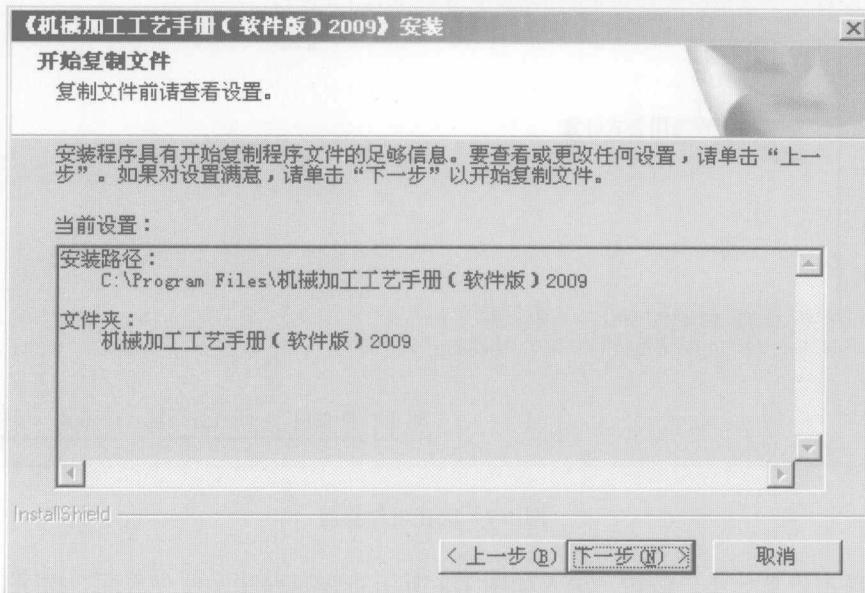
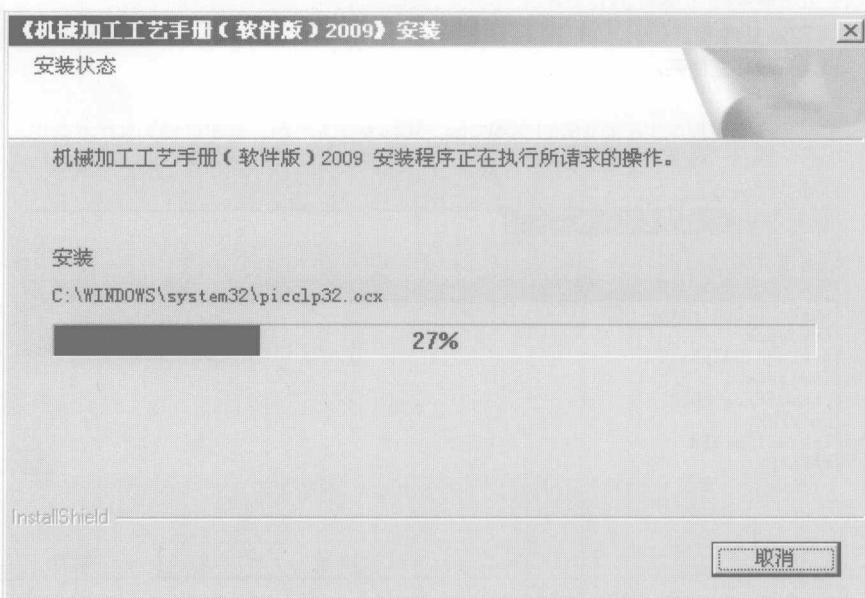

图 1-9 查看设置界面
图 1-10 显示安装进度界面
(9) 单击“下一步”按钮，安装程序将把软件复制到硬盘上，时间的长短取决于用户选择的组件。在复制文件前请查看设置，如图 1-9 所示，如果对设置满意，单击“下一步”按钮。在安装程序复制文件的过程中，使用进度条来显示安装进行的百分比，并提示安装复制的文件和目录，如图 1-10 所示。在安装过程中，随时可以单击“取消”按钮退出安装程序。